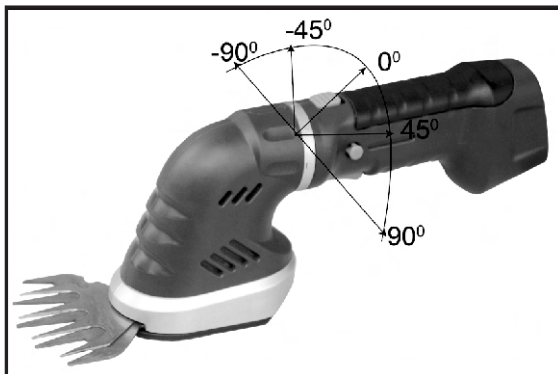

Fig. 11
1. Ajuste del cabezal de corte. (Fig. 11 y 12)
El cabezal de corte puede girar y ajustarse en cinco ángulos diferentes, desde 90°, 45° y 0° hasta -45° y -90°, para alcanzar la posición deseada (Fig. 11):